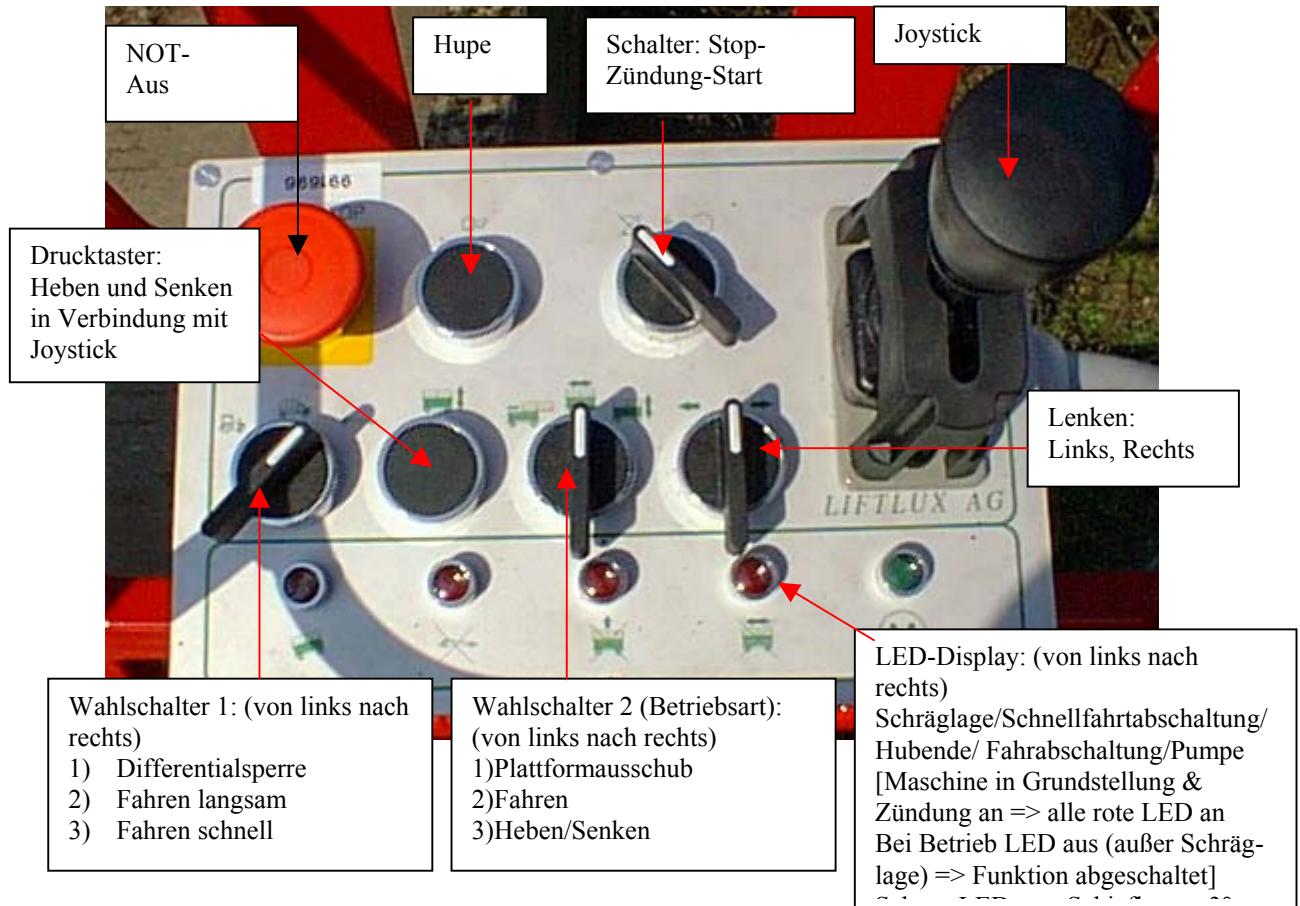

Bild 13.1
NOT-Aus-Schalter (Bild 13.1)
Start-Schalter (Bild 13.1)
Hupe (Bild 13.1)
Langsames Verfahren der Bühne (Bild 13.1):
Langsames Verfahren mit Sperr-differential (Bild 13.1):
- Um dies auf komfortable Art zu ermöglichen, sind auf dem Bedien- und Anzeigefeld des Steuerpultes Anzeigeleuchten für alle wichtigen Funktionen untergebracht. **Die Standzeit dieser Leuchtelemente (LED) liegt trotz hoher Leuchtkraft erheblich höher als bei normalen Glühlampen.** Da keinerlei Verpolungs- oder Verwechslungsgefahr besteht ist ein eventuell erforderlicher Austausch ein Kinderspiel (siehe Bild 13.1)
- Im Steuerpult befindet sich der Wahlschalter 2 für die Betriebsart Heben/Senken, Fahren und Plattformausschub. Fahren und Plattformaus/einschub wird allein durch den Steuerhebel eingeleitet. Das Heben/Senken erfordert zusätzlich zum Steuerhebel den Drucktaster Heben/Senken (Bild 13.1) zur Einleitung. Die Lenkung erfolgt über einen separaten Knebelschalter (Tastfunktion), dessen Funktion allerdings im Hubbetrieb abgeschaltet ist.